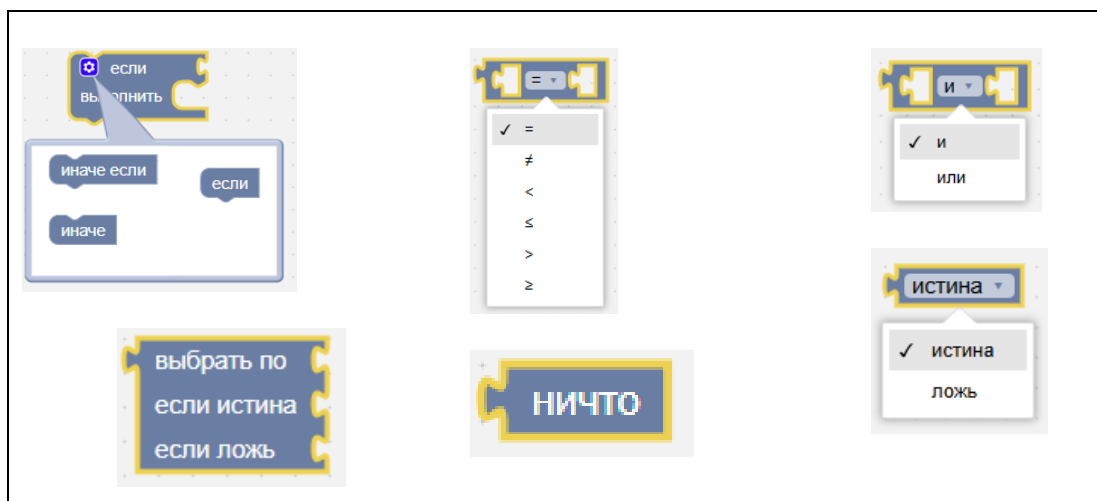

Рисунок 51 – Блоки «Логика»
1. «Логика» – условия, сравнения (см. Рисунок 51).